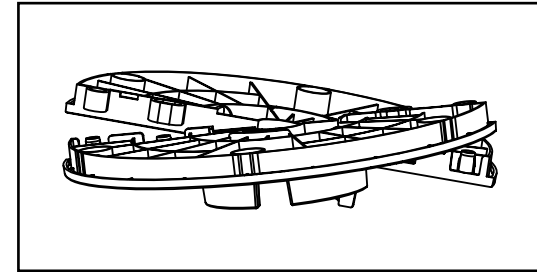
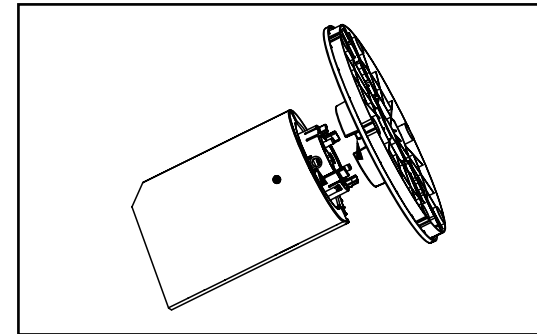

Abb. 1
Abb. 2
- Abb. 1 zeigt den zweiteiligen Fuss. Die beiden Teile wie in Abb. 2 gezeigt zusammendrücken.